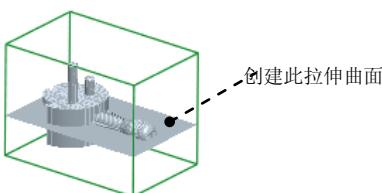
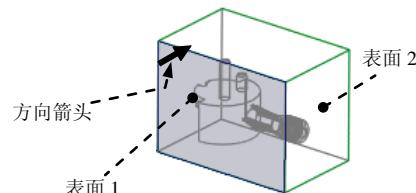

图 10.12 创建拉伸曲面
图 10.13 定义草绘平面
(6) 在 **曲面：复制** 操控板中单击 按钮。
Step5. 通过“拉伸”的方法，创建图 10.12 所示的拉伸曲面。
(1) 将坯料取消遮蔽。在模型树中右击 WP.PRT，从系统弹出的快捷菜单中选择 取消遮蔽 命令。
(2) 单击 **分型面** 功能选项卡 **形状** ▾ 区域中的“拉伸”按钮 **拉伸**，此时系统弹出“拉伸”操控板。
(3) 定义草绘截面放置属性。在绘图区空白处右击，从系统弹出的菜单中选择 **定义内部草绘...** 命令；在系统 选择一个平面或曲面以定义草绘平面. 的提示下，选取图 10.13 所示的坯料表面 1 为草绘平面，接受图 10.13 中默认的箭头方向为草绘视图方向，然后选取图 10.13 所示的坯料表面 2 为参考平面，方向为 **右**。单击 **草绘** 按钮，至此系统进入截面草绘环境。